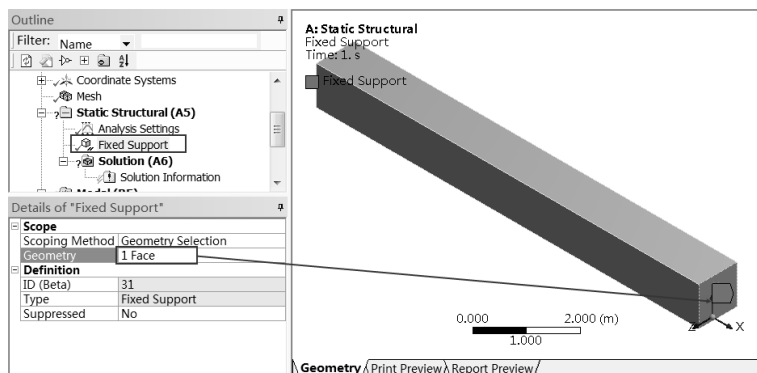

图 6-51 施加固定约束
Step3 :选择 Fixed Support 选项,选择需要施加固定约束的面,单击 Details of “Fixed Support”中 Geometry 选项下的  Apply 按钮,即可在选中面上施加固定约束,如图 6-51 所示。